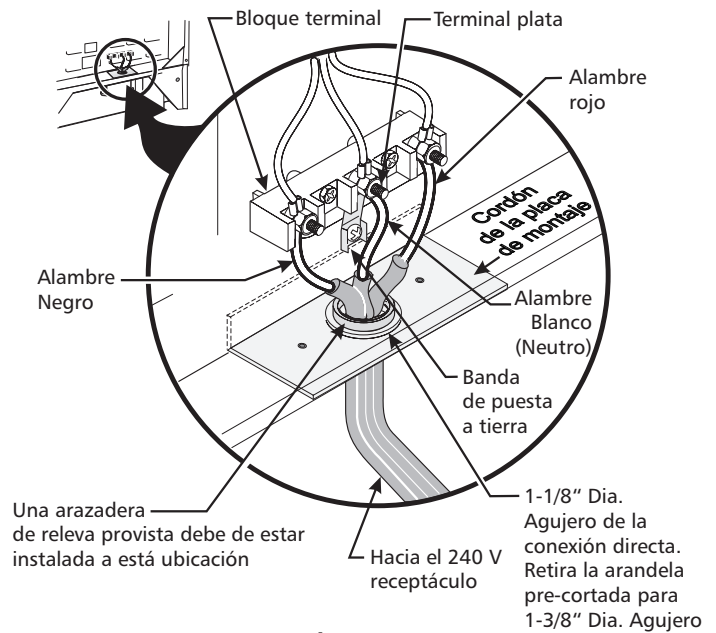

Figura 4
**NOTA:** La cocina corrediza eléctrica viene de fabrica con un agujero de diámetro 1 1/8" (2.9 cm) como se muestra en la figura 4. Si un agujero mas largo está necesario retire la arandela de la pre-cortada.
(Un cordón flexible o cable de 3 conductores debe de ser reemplazado con un cordón flexible o cable de 4 conductores donde la conexión del conductor a tierra al neutro esta prohibida en las nuevas instalaciones, las casas sobre ruedas, los vehículos de recreación o otras áreas donde los códigos locales no permiten la conexión a tierra al neutro.) Si los códigos locales permiten la conexión del conductor de tierra del marco con el alambre neutro del cordón eléctrico de cobre (vea Figura 4):